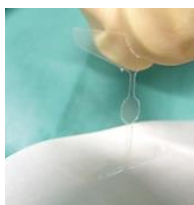

図 12
- (1) remOVE シールドを貼付ける前に、内視鏡を拭いて乾かします。
- (2) remOVE シールドを台紙から注意深く取り外します。(図 12)